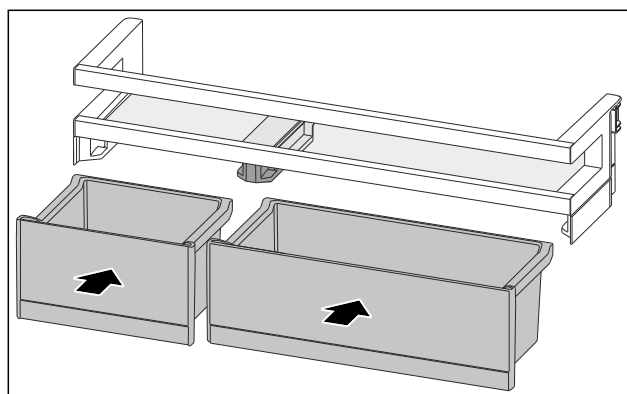

Fig. 188
- ▶ VarioBoxy vložte v opačném pořadí. (viz Fig. 188)